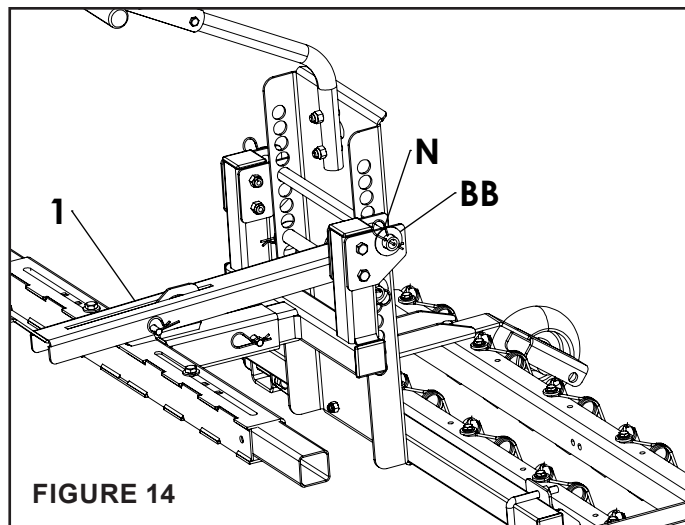

FIGURE 14
2. Retirez les goupilles fendue à ressort (N) et les rondelles (BB) qui fixent l'arbre de pivot et le tube de pivot du support rehausseur de pied à la cloison. Conservez-les pour le remontage.
4. Fixez le tube de pivot à la cloison à l'aide des rondelles (BB) et des goupilles fendue à ressort (N) retirées. Voir figure 14 ci-dessous.
5. Réinsérez le tube de pivot (18) dans le quatrième trou à partir du point de pivot.
6. Fixez le tube de pivot du support rehausseur de pied à la cloison à l'aide des rondelles (BB) et des goupilles fendue à ressort (N) retirées.